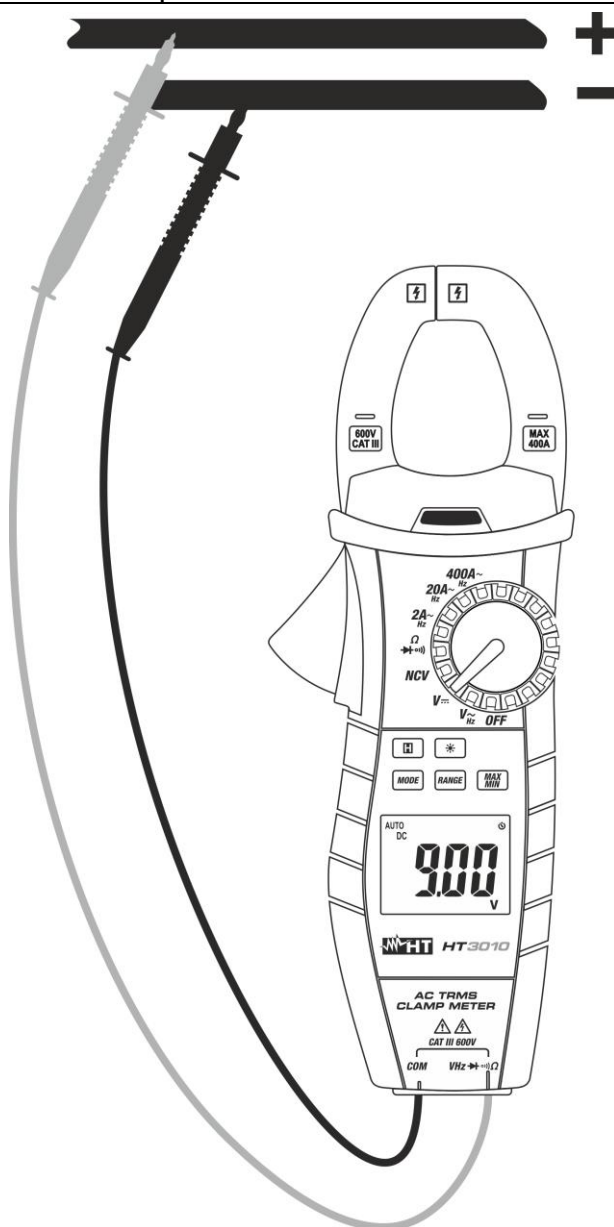

Fig. 3: Utilização da pinça na medição de Tensões CC
3. Colocar as ponteiros nos pontos pretendidos do circuito em exame (ver Fig. 3). O valor da tensão é apresentado no display.
5. A visualização do símbolo "**-**" no display do instrumento indica que a tensão tem sentido oposto em relação à conexão da Fig. 3.